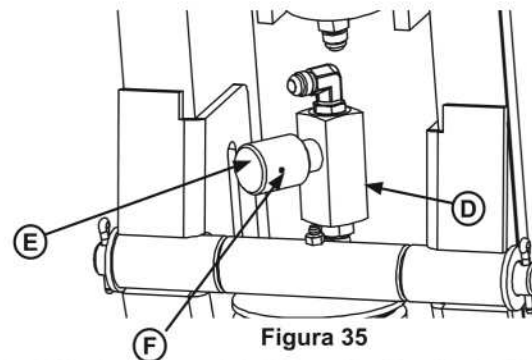

Figura 35
4. Suelte el tornillo de fijación de cabeza Allen (F). Consulte la **Figura 35**.
5. Ajuste la perilla de ajuste (E) de la siguiente manera:
- Para disminuir la velocidad de bajada, ajuste la perilla (E) hacia la derecha. (Se recomiendan incrementos de 1/8 de vuelta).
- Para aumentar la velocidad de bajada, ajuste la perilla (E) hacia la izquierda. (Se recomiendan incrementos de 1/8 de vuelta).
6. Una vez que se logre el ajuste ideal de control de flujo de velocidad descendente, apriete el tornillo de hexagonal (F) de la perilla de ajuste para bloquear el ajuste en posición.